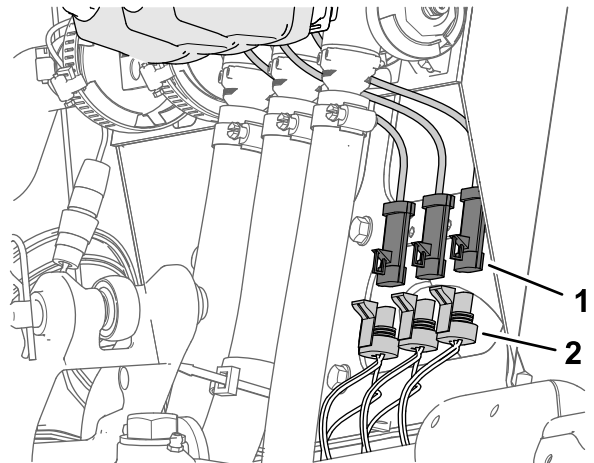

Figure 29
1. Sur le faisceau de la machine, débranchez les connecteurs à 3 douilles étiquetés LEFT SPRAY VALVE (vanne de pulvérisation gauche), CENTER SPRAY VALVE (vanne de pulvérisation centrale) et RIGHT SPRAY VALVE (vanne de pulvérisation droite) des connecteurs à 3 broches des 3 actionneurs des vannes de pulvérisation (Figure 29).